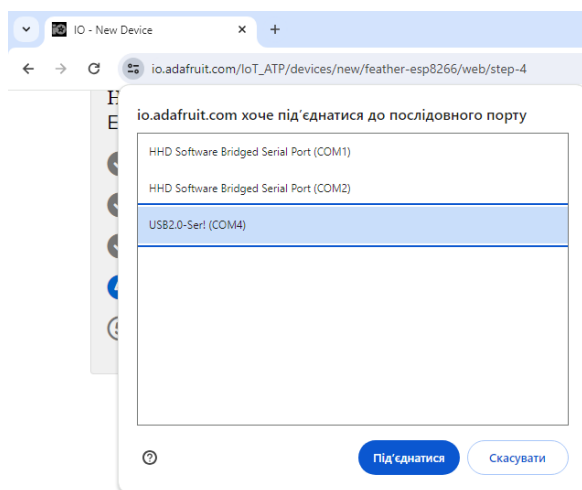

Рис. 3. Вибір порту для підключення плати та завантаження програми
4. Підключаємо плату до комп'ютера, вказуємо порт (рис. 3);